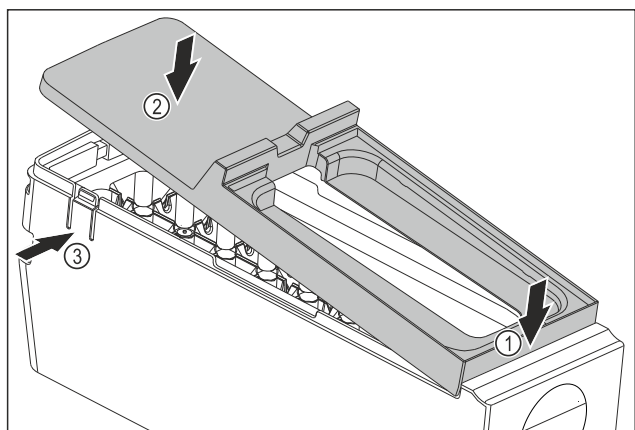

Fig. 107
- Montáž krytu korpusu EasyTwist-Ice: Nasadte kryt na přední stranu. Fig. 107 (1)
- Spusťte kryt vzadu dolů. Fig. 107 (2)
- Kryt slyšitelně zaklapne v obou lamelách Fig. 107 (3).